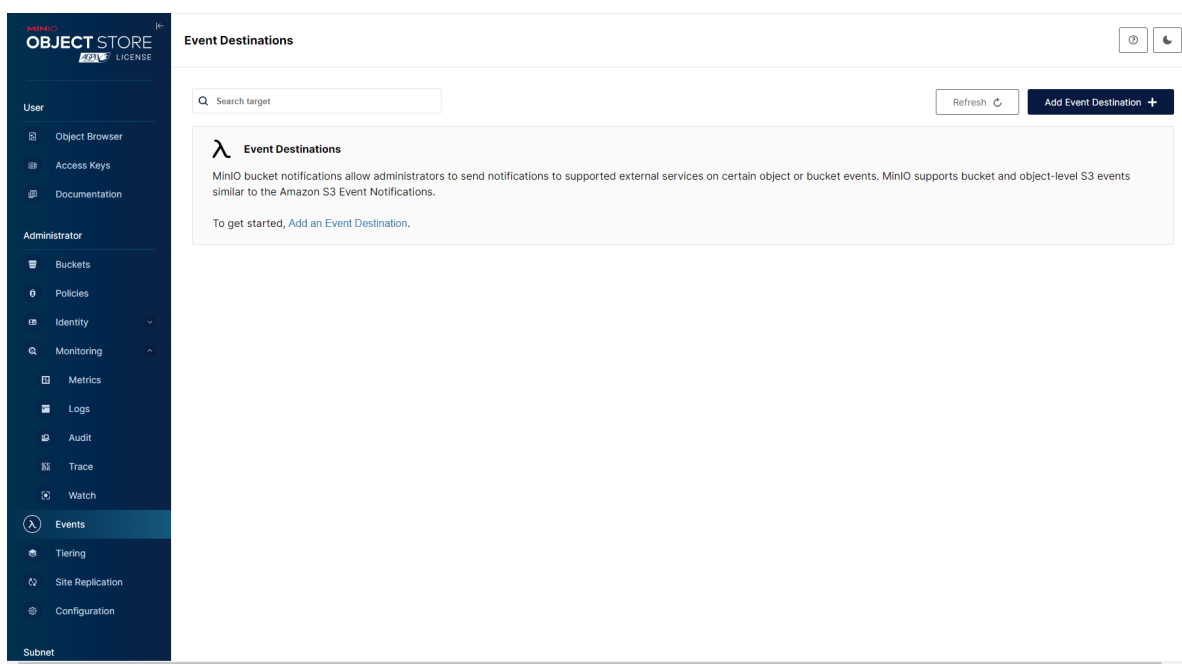

Рис. 85. Окно «Events»
7) Вкладка «Events» отображает уведомления о событиях в папке/каталоге MinIO. Окно «Events» показано на рис. 85 Окно «Events».